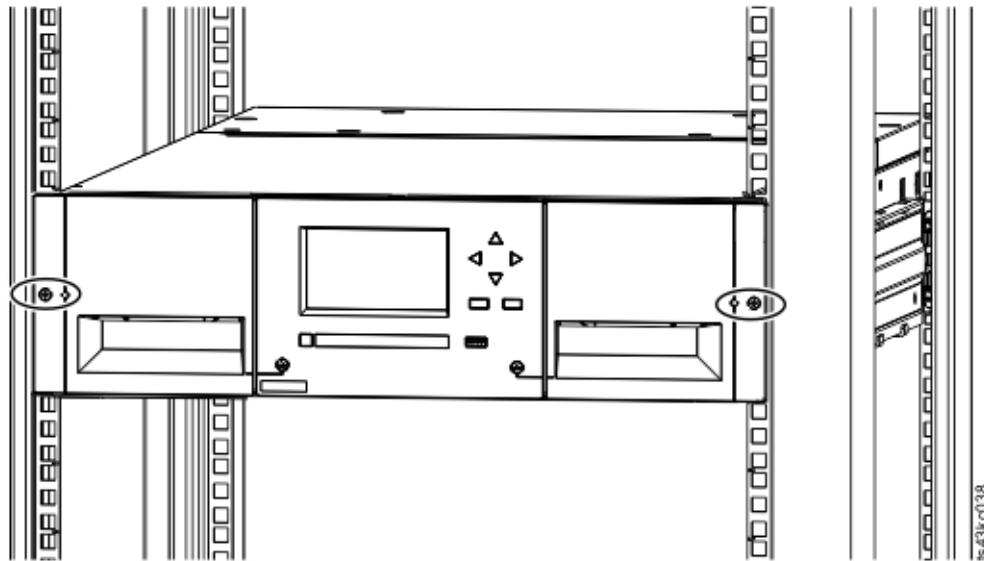

Figure 42. Bandothèque dans l'armoire
5. A l'aide d'un tournevis cruciforme, vissez sans serrer à fond le module à l'avant de l'armoire, une vis de chaque côté. Voir les zones encerclées dans Figure 42, à la page 65.